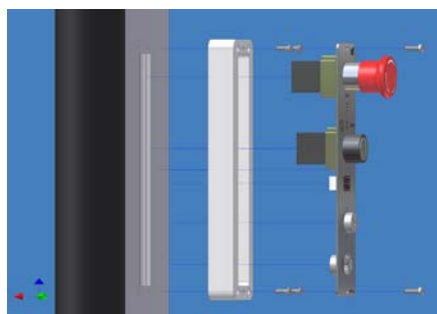

Figura 20-6
1. Fije la bandeja del panel en la columna derecha de la abertura interior con 4 tornillos con hexágono interior M4×16 (Figura 20-6).